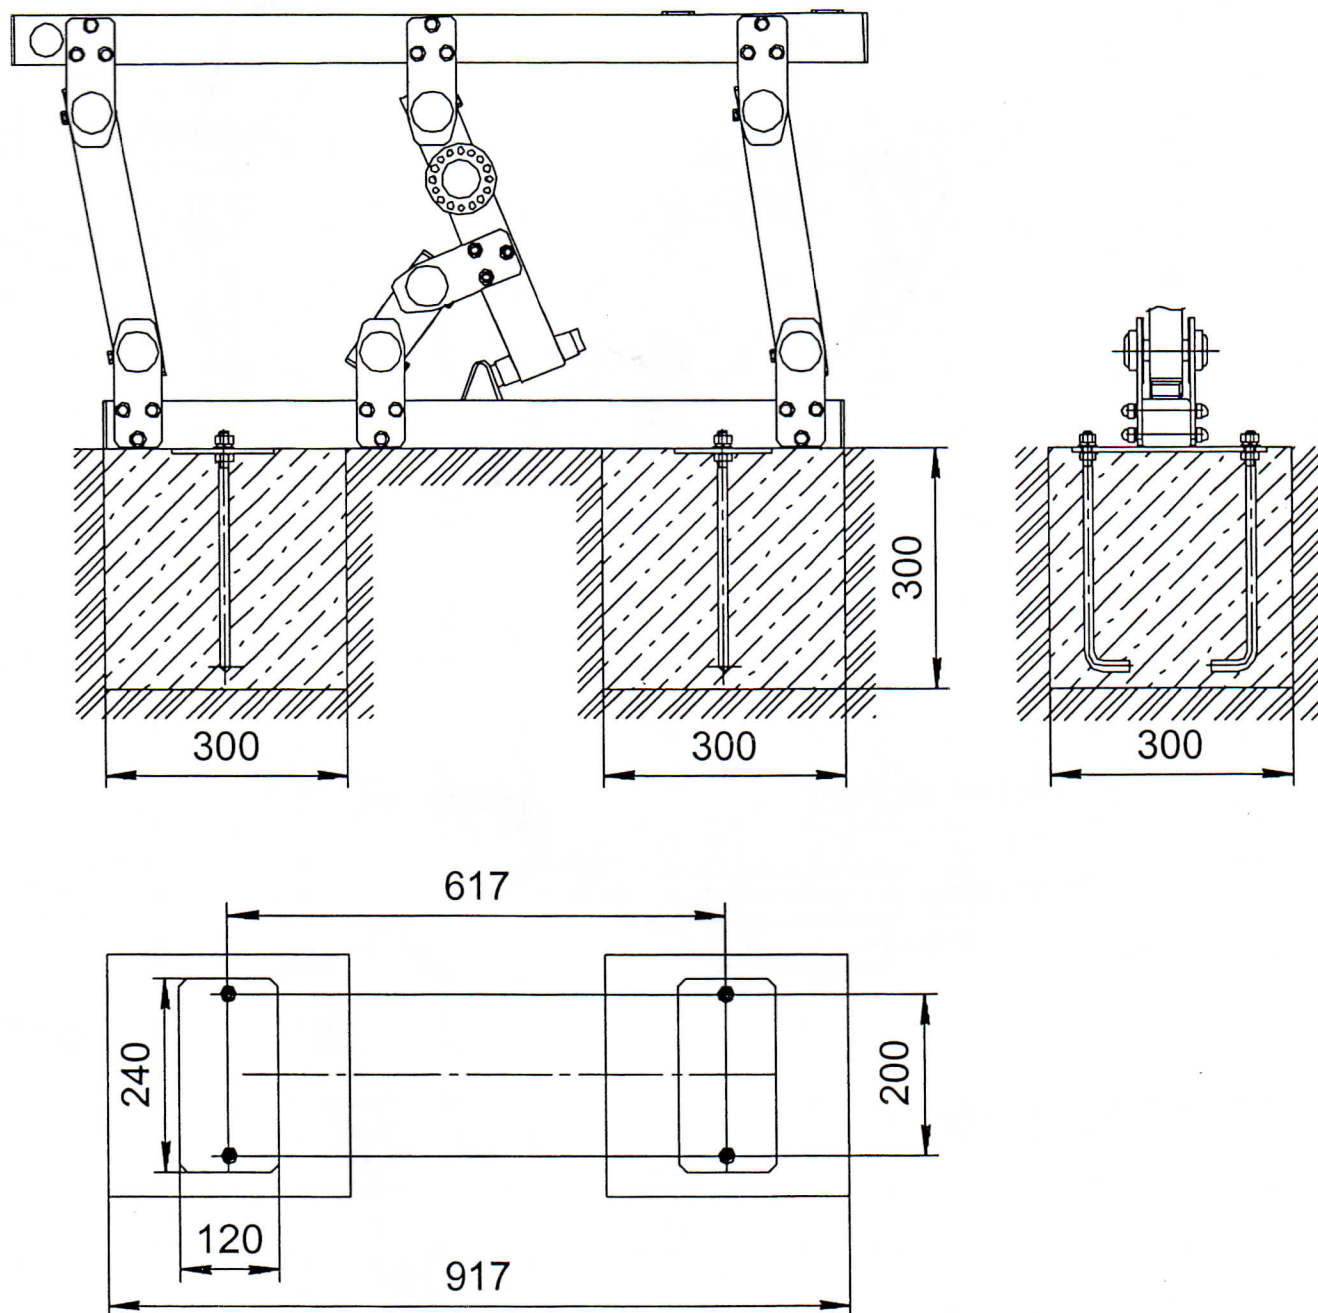

Рис.3
- 4.1.2 Тренажер с болтами анкерными установить в приямок площадью 500ммх800мм, глубиной 300мм, произвести балансировку с помощью уровня, залить бетоном (рис.3). Сразу после заливки бетона произвести повторную балансировку с помощью уровня.